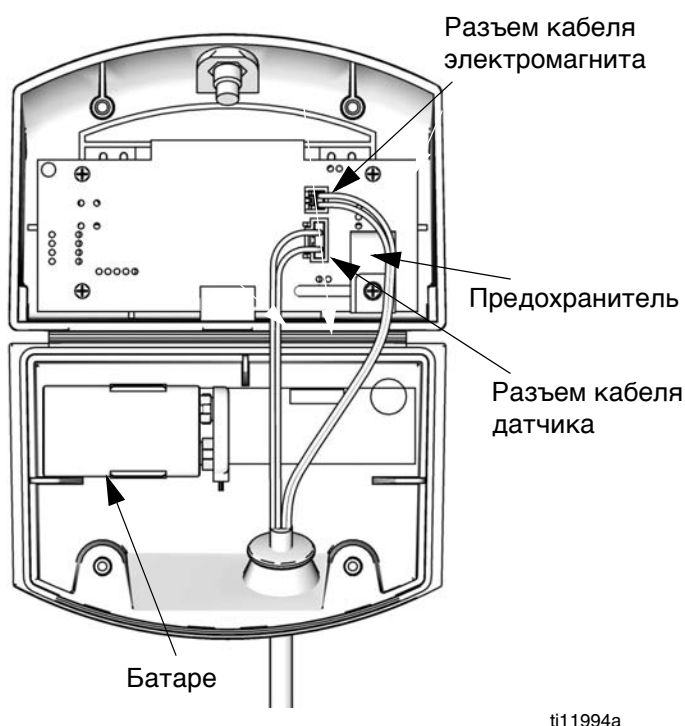

Рис. 18. Расположение батареи модуля DataTrak и плавкого предохранителя
5. Отсоедините отработавшую батарею и замените новой одобренной батареей. См. Рис. 18.